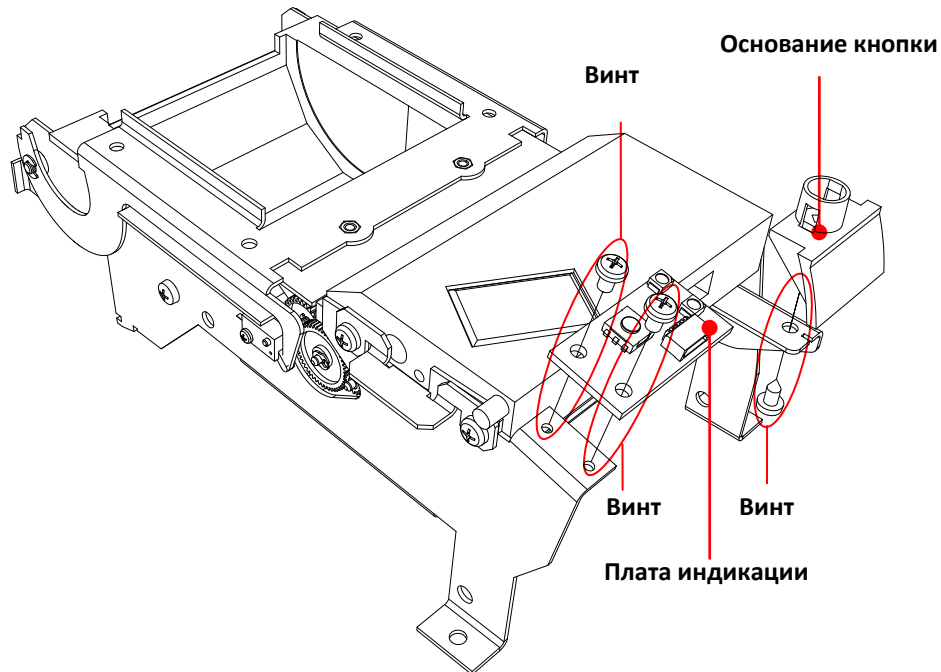

Рисунок 9. – Винты крепления платы индикации и кнопки открытия крышки.
3. Снимите печатающий механизм (см. рисунок 9).
Плата индикации, кнопка открытия крышки принтера крепятся при помощи следующих винтов (см. рисунок 9):